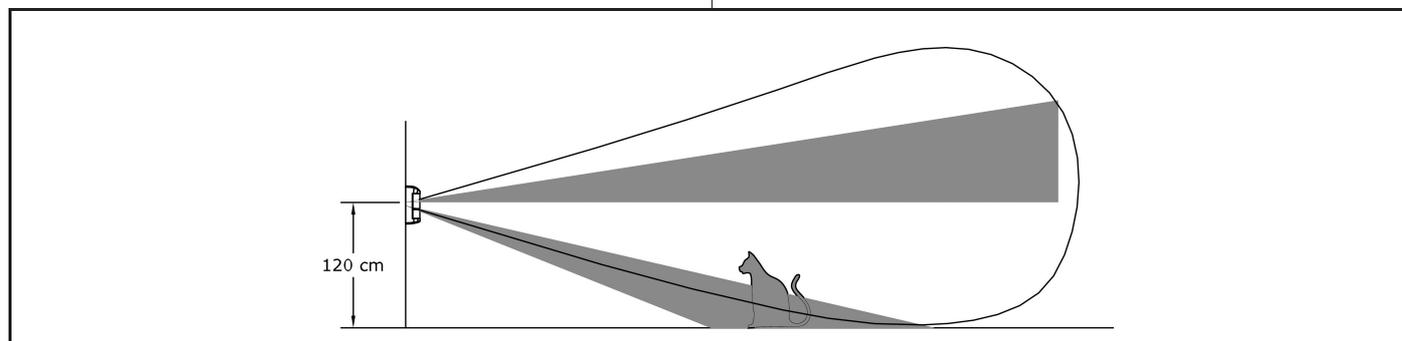

Fig. 22
**Attenzione:** le illustrazioni fanno riferimento alla modalità di funzionamento in triplo AND, se si decide di utilizzare impostazioni diverse (vedere par. 2.3.5, DIP Switch 3 e 4 in ON) si hanno allarmi anche negli esempi in fig. 22 e 23.
**Warning:** the examples are referred to the triple AND set up. In case of different set up (see para. 2.3.5, DIP Switches 3 and 4 in ON position) alarms are enabled also in the previous examples (see fig. 22 and 23).